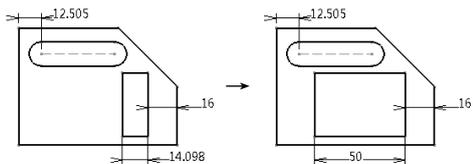

图 5-87
- 06 删除矩形孔的固联约束，并对其进行尺寸约束，改变矩形孔的尺寸，如图 5-87 所示。